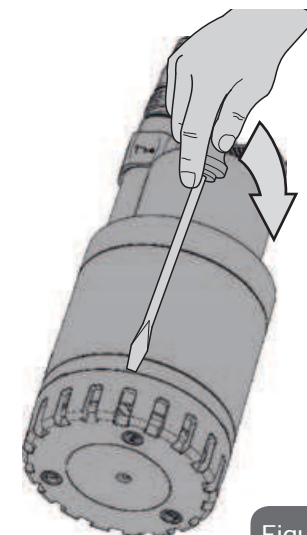

Figure 10
- Desserrer la crépine d'aspiration en insérant un tournevis entre la chemise de la pompe et la crépine d'aspiration et en la faisant tourner (Fig. 10).